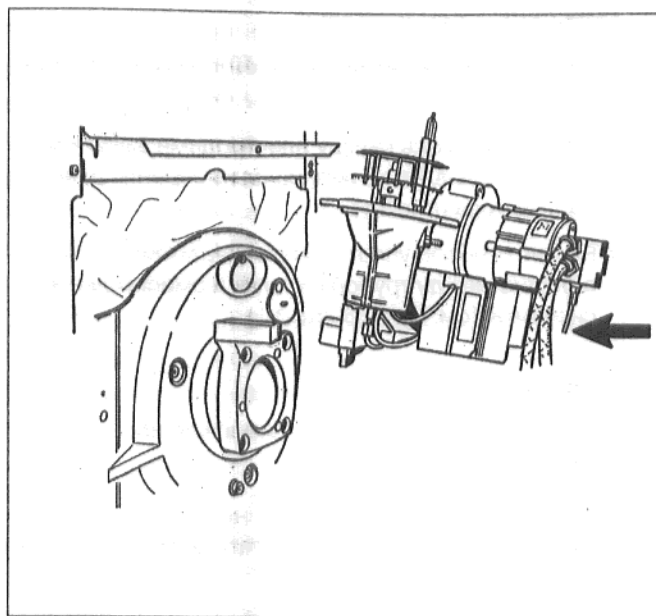

Рис.9
- Установить горелку в положение технического обслуживания 2 (рис. 9/10).